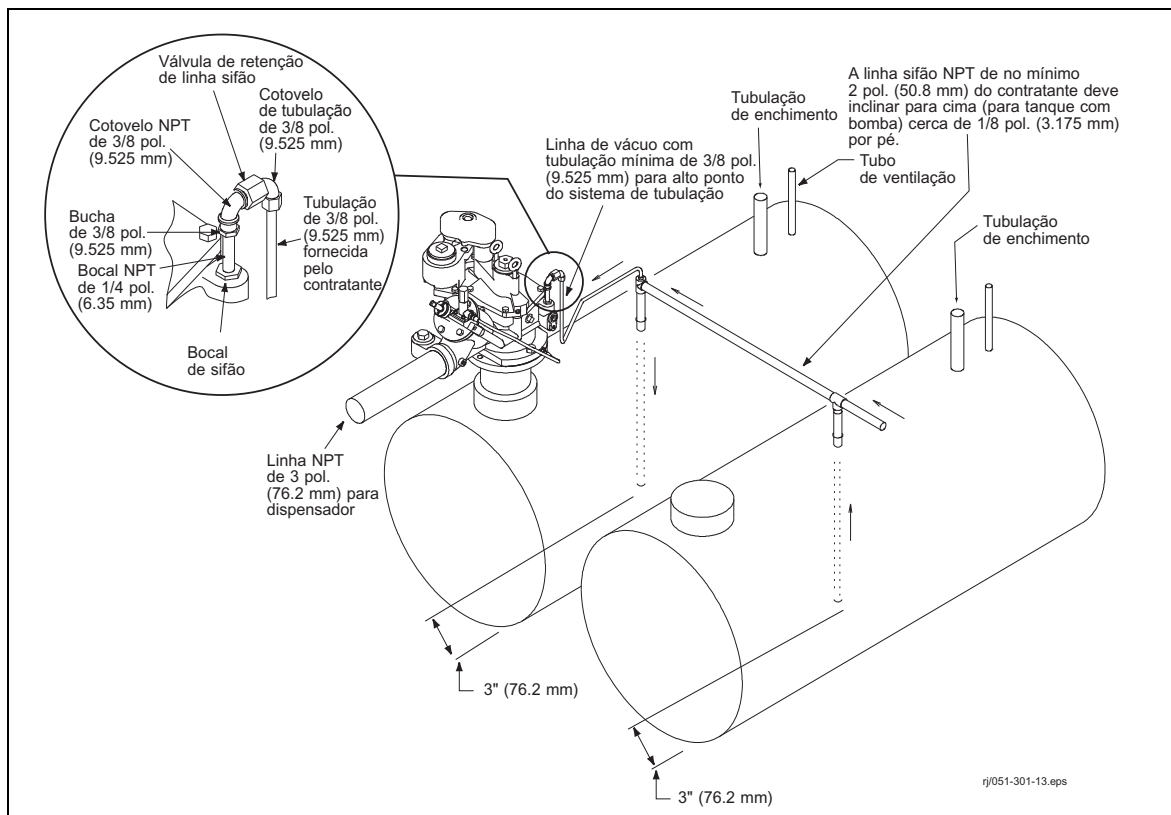

Figura 8. Instalação de um sifão e linhas de vácuo
1. Se um sistema de sifão for necessário, cada bomba deve ter uma linha de vácuo do sifão de 3/8 polegadas conectada ao mesmo local na linha do sifão (consulte a Figura 8).